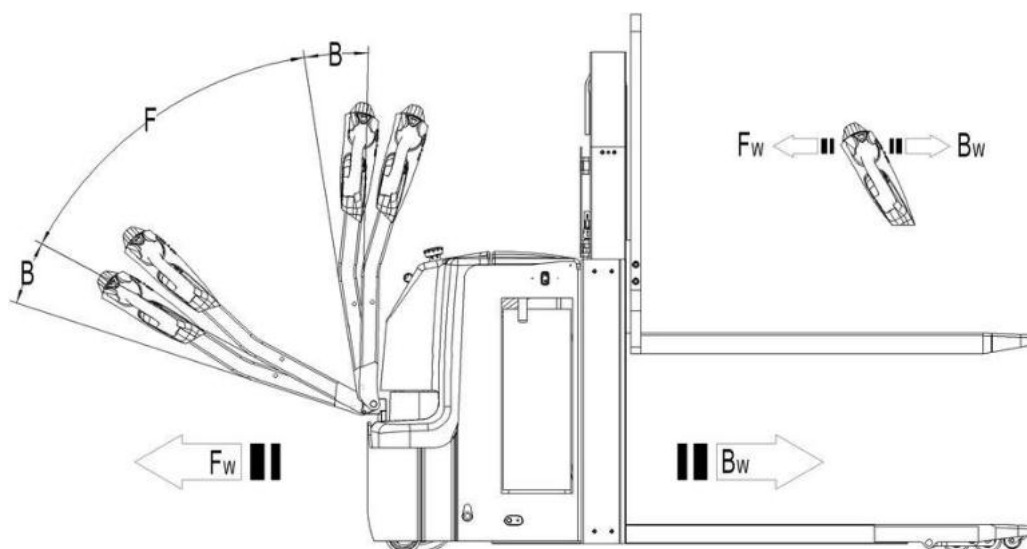

Рис. 10: Направления движения
Поверните ключ (рис. 1, поз. 6), переместите ручку в рабочее положение («F», рис.10), поверните рукоятку акселератора в направлении «вперед» («Fw», рис. 10) или «назад» («Bw», рис. 10).
- Тележка тормозит, если ручку управления перевести в верхнее или нижнее положение к зонам торможения («В», рис. 10). При отпускании рукоятки управления автоматически возвращается в верхнее положение к зоне торможения («В», рис. 10). Тележка будет тормозить, пока не остановится.
- Кнопка противоотката (рис. 1, поз. 1) защищает оператора от получения повреждений и травм. Если эта кнопка активирована, тележка притормаживает и/или начинает движение в противоположном направлении («Вw», рис. 10) на небольшое расстояние и останавливается. Примите во внимание, что эта кнопка действует, даже если тележка не едет, и рукоятка управления находится в рабочем положении.